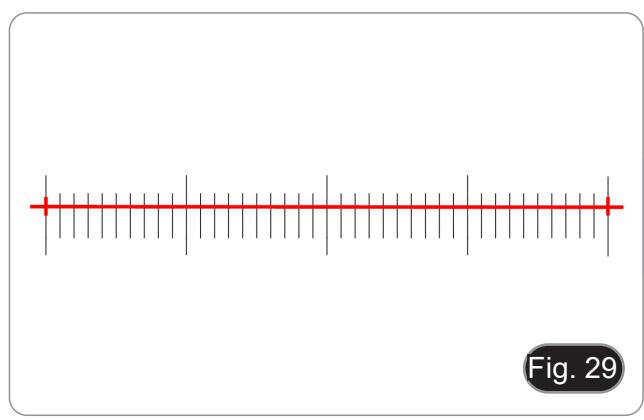

Fig. 29
4. Regolare le posizioni dei punti di inizio e fine della calibrazione per far coincidere la linea di calibrazione con la scala micrometrica e cercare di selezionare la massima lunghezza visualizzabile, in modo da rendere la misurazione più accurata. (Fig. 29)